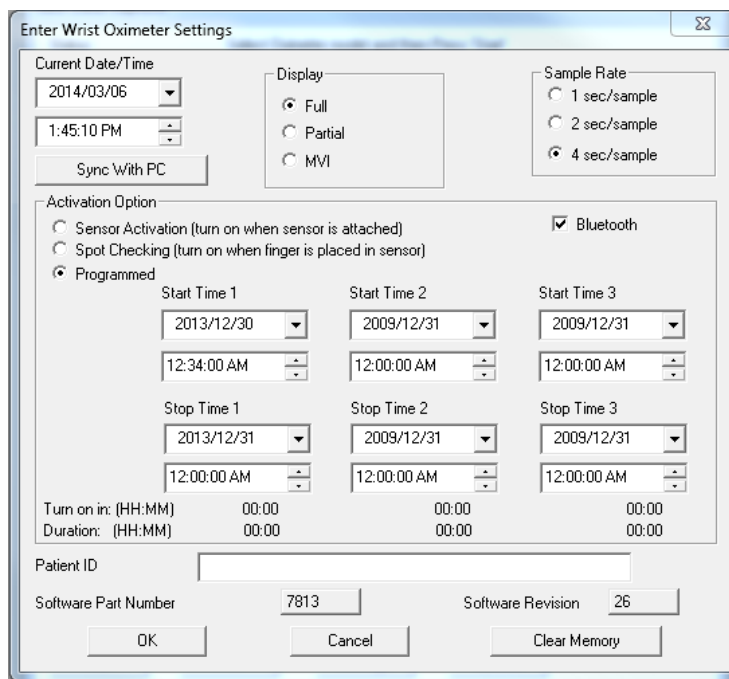

Figure 16 : Fenêtre des paramètres de nVISION
6. La fenêtre « Saisie des paramètres de l'oxymètre de poignet » (figure 16) s'ouvre. Mettez à jour ou modifiez les paramètres en fonction des besoins.